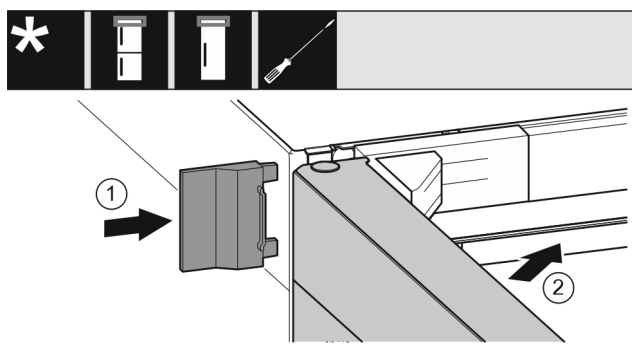

Fig. 22
- Надвиньте внешнюю крышку. Fig. 22 (1)
- Закройте верхнюю дверь. Fig. 22 (2)
- Штекер устройства (G) подсоедините с задней стороны устройства. Следите за правильной фиксацией.